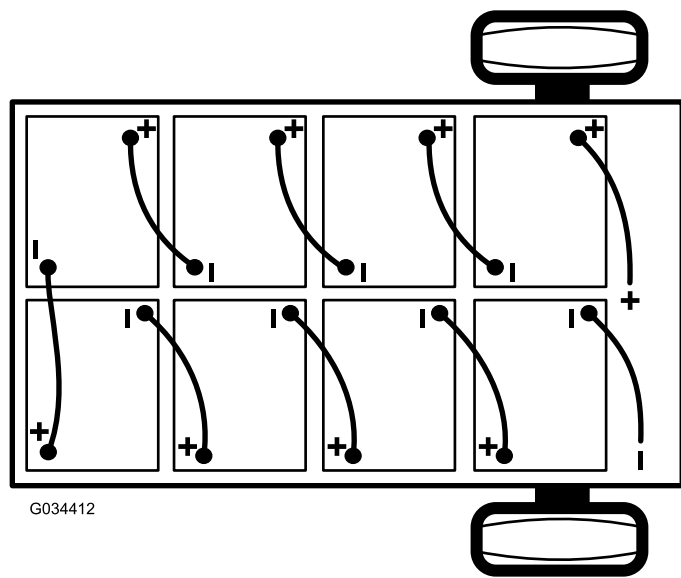

Figura 39
- Scollegate il cavo negativo principale della batteria (nero) che collega la serie di batterie al punto di messa a terra della macchina (Figura 39).
- Scollegate il cavo positivo principale della batteria (rosso) che collega la serie di batterie al contactore principale della macchina (Figura 39).
- Nota:** Prestate attenzione alla polarità delle batterie quando montate le batterie nuove (Figura 39).
- Collegate le batterie come mostrato in Figura 39 con i cavi interconnessi alle batterie rimossi al punto 1.
- Collegate il cavo positivo principale (rosso) della batteria tra la serie di batterie e la macchina (Figura 39).
- Collegate il cavo negativo principale (nero) della batteria tra la serie di batterie e la macchina (Figura 39).